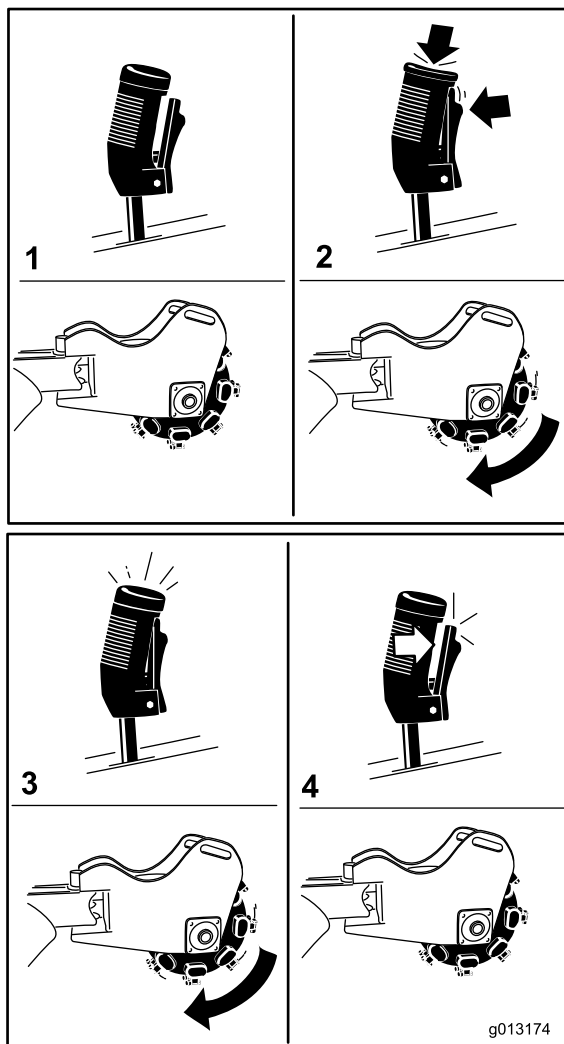

図 12
- グラインダ 図 12 の動作を開始するには、レバー上部にある赤いボタンを押しながらトリガを握り込みます。グラインダが動作を開始したら赤いボタンから指を離してかまいません。
- グラインダ 図 12 を停止するには、トリガから 0.5 秒間以上手を離します。